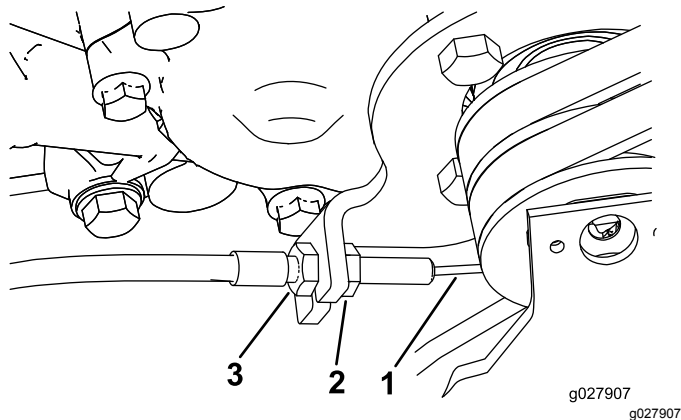

图44
- 3. 要消除牵引控制的松弛应松开前拉线锁紧螺母紧固后拉线锁紧螺母图44直至所有松弛都消除。